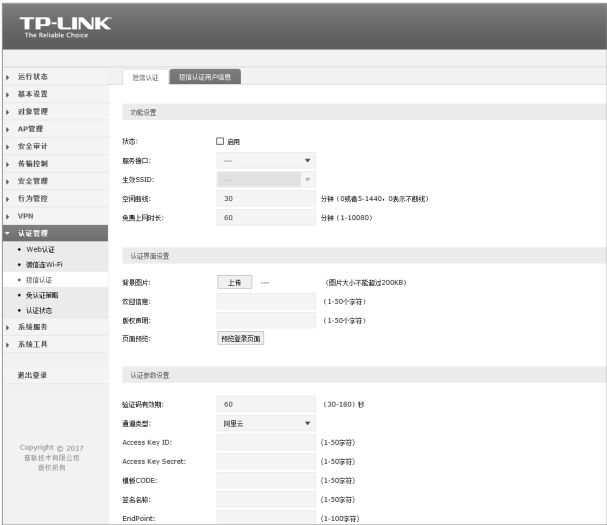

图4-4 “短信认证”设置页面
2. 点击左侧菜单中“认证管理”——“短信认证”, 进入“短信认证”设置页面, 如图4-4所示, 根据页面提示将短信认证状态设置为开启, 并填写相关参数, 点击“设置”按钮完成设置。